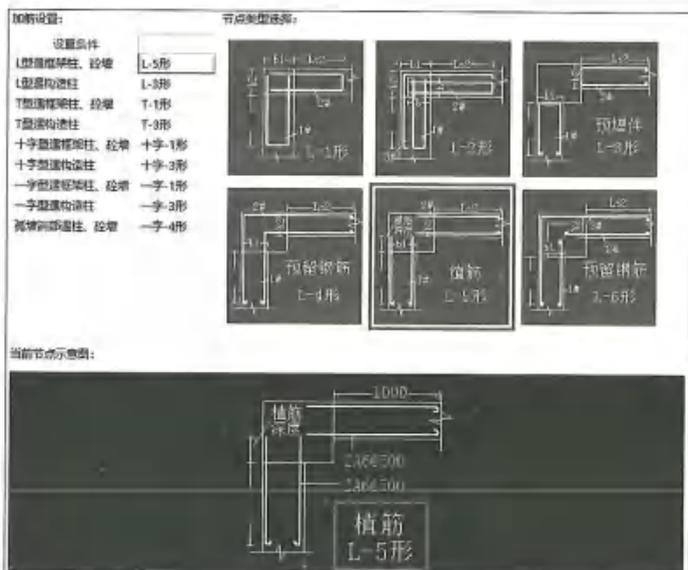

图 11-6 植筋的软件计算方式
(1) 图纸或者合同规定要求采用预埋的，施工单位为了施工便利，自行决定使用植筋的不予计算。
(2) 图纸或合同没有明确的，且在图纸会审施工方又没提出的，则不计算。
(3) 图纸明确规定或者合同规定可以使用植筋的可以计算。植筋的软件计算方式如图 11-6 所示。